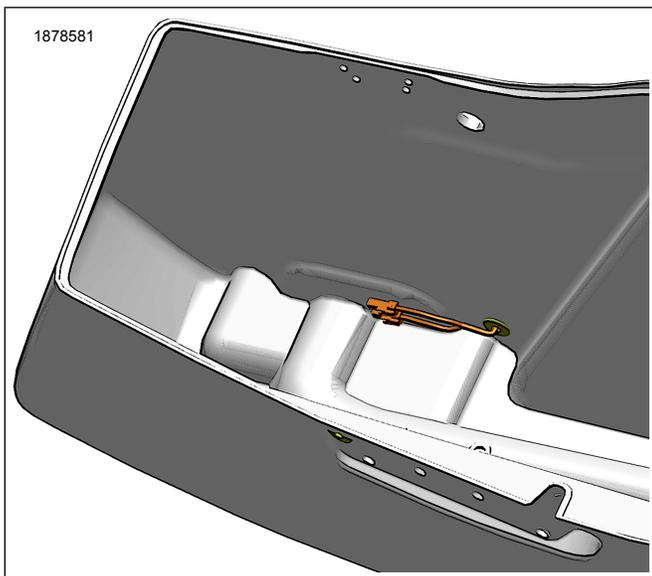

Figure 7. Routage du faisceau de connexion volant (s'il est installé)
5. Voir la figure 7. En cas d'installation d'un kit feux de position (no de pièce 68000372) avec un kit feu intérieur (no de pièce 68000425) dans chaque sacoche, il est nécessaire d'acheter séparément deux faisceaux de connexion volants arrière dans la gamme des accessoires (no de pièce 69203366).